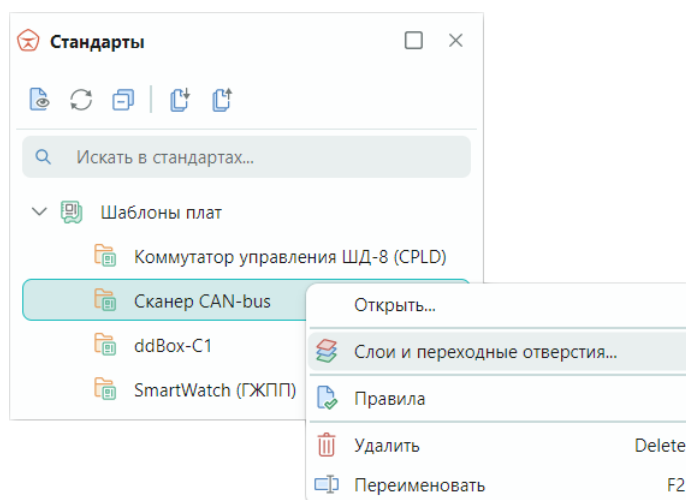

Рис. 160 Вызов редактора слоев и переходных отверстий для шаблона платы
2. Вызовите контекстное меню и выберите пункт «Слои и переходные отверстия...», см. Рис. 160.